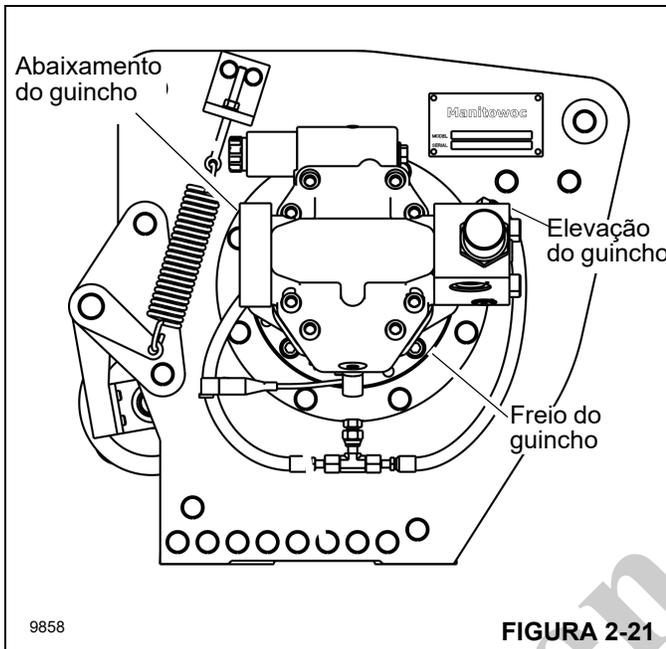

FIGURA 2-21
- Método Nº 1: Mantenha as mangueiras principais de elevação/abaixamento do guincho conectadas ao motor e tampe a linha principal do freio do guincho no moitão de abaixamento do guincho com uma tampa JIC Nº 4. Usando este método, ative a função de abaixamento do guincho para desenvolver a pressão máxima (Figura 2-21).
- Método Nº 2: Desconecte e tampe as mangueiras principais de elevação/abaixamento do guincho. Consulte a Figura 2-21. Usando este método, ative a função de elevação ou descida do guincho para desenvolver a pressão máxima.
Método N° 1: Mantenha as mangueiras principais de elevação/abaixamento do guincho conectadas ao motor e tampe a linha principal do freio do guincho no moitão de abaixamento do guincho com uma tampa JIC N° 4 (Figura 2-21). Usando este método, ative a função de abaixamento do guincho para desenvolver a pressão máxima.
Método N° 2: Desconecte e tampe as mangueiras principais de elevação/abaixamento do guincho (Figura 2-21). Usando este método, ative a função de elevação ou descida do guincho para desenvolver a pressão máxima.
Método Nº 1: Mantenha as mangueiras principais de elevação/abaixamento do guincho conectadas ao motor e tampe a linha principal do freio do guincho no moitão de abaixamento do guincho com uma tampa JIC Nº 4. Consulte Figura 2-21. Usando este método, ative a função de abaixamento do guincho para desenvolver pressão.